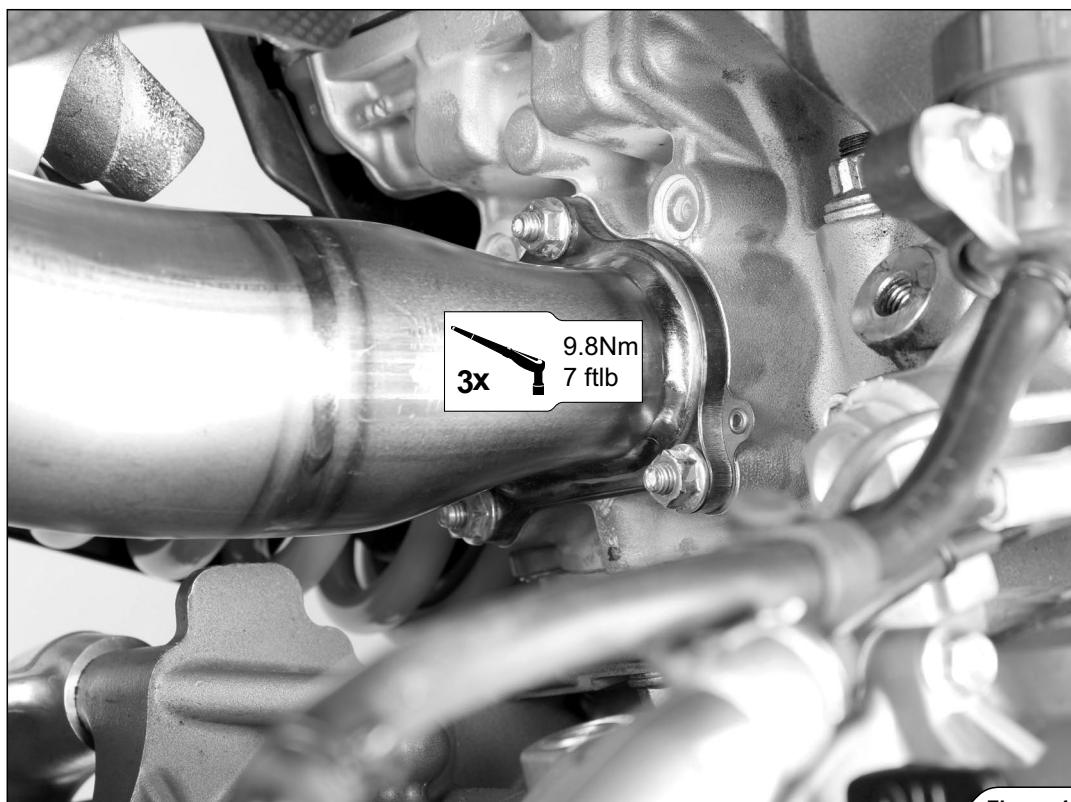

Figure 42
12. Serrare entrambi i collettori alla coppia prescritta (Figure 42, 43).
12. Tighten both headers to the specified torque (Figure 42, 43).